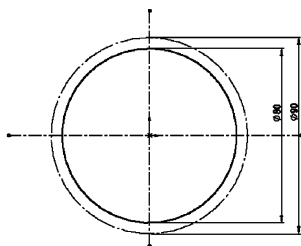

图 2-41 绘制两个圆
STEP 4 单击“草图”工具栏中的“智能尺寸”按钮, 定义两个圆的直径分别为 80mm 和 90mm, 如图 2-41 所示。